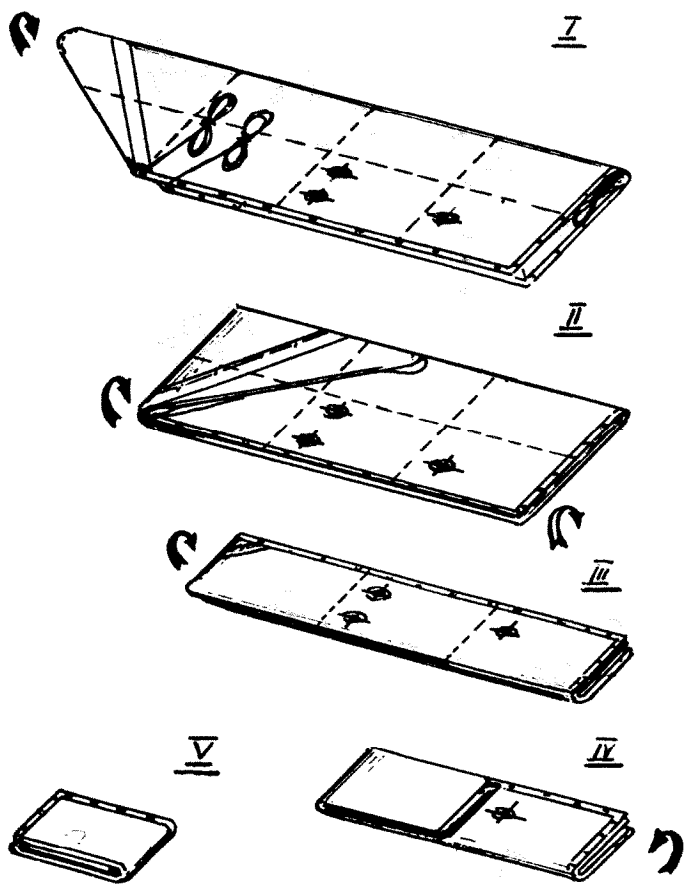

Рис. 9. Схема укладки кокпита
- кокпит снимается с моста, расстилается на земле. Фалы крепления сматываются в бухты, обвес аккуратно расправляется, днище складывается вдоль на три части и скатывается в рулон (рис. 9).